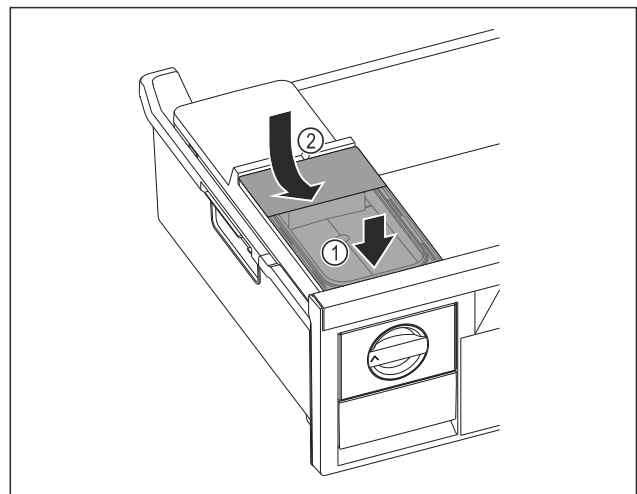

Fig. 101
- ▶ Watertank aan de voorkant plaatsen. Fig. 101 (1)
- ▶ Watertank aan de achterkant laten zakken. Fig. 101 (2)